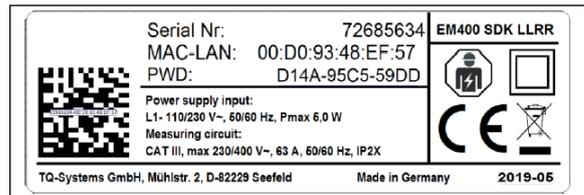
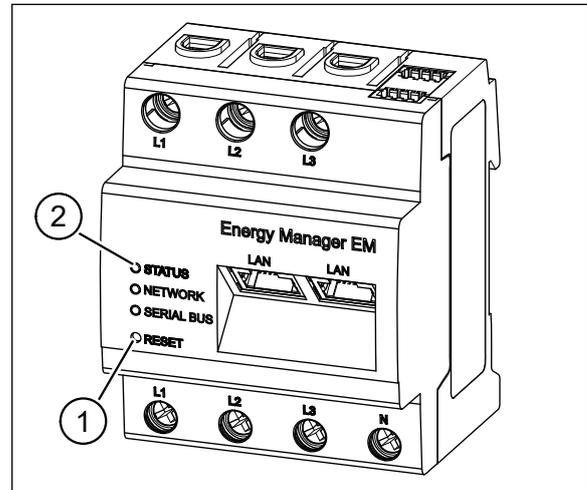

Abb. 2: Typenschild des Energy Manager
Abb. 4: Reset-Taste und Status-LED am Energy Manager
Das Typenschild (siehe Abb. 2) ist seitlich am Energy Manager angebracht sowie separat im Lieferumfang enthalten. Es trägt folgende wichtige Informationen:
- ▶ Halten Sie die Reset-Taste (Pos. 1 in Abb. 4) mit einem spitzen Gegenstand etwas länger als 6 s gedrückt. Anschließend startet der Energy Manager neu.
Drücken Sie die Reset-Taste (Pos. 1 in Abb. 4) wie folgt:
Wurde der Befehl korrekt erkannt, blinkt die Status-LED (Pos. 2 in Abb. 4) 2x orange. Das Passwort der Weboberfläche wird auf den Auslieferungszustand (siehe Typenschild in Abb. 2 auf Seite 10) zurückgesetzt.
Beim Zurücksetzen der Netzwerkeinstellungen wird u. a. DHCP aktiviert. Wurde der Befehl korrekt erkannt, blinkt die Status-LED (Pos. 2 in Abb. 4) 2x orange.